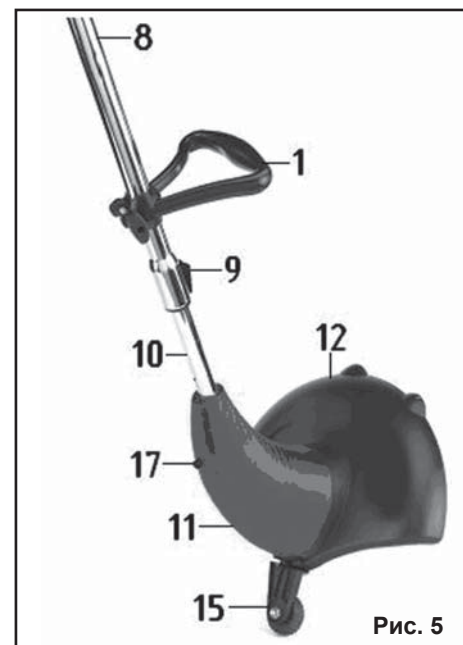

Рис. 5
7.3. Регулировка высоты триммера (Рис.5)
7.4. Поворот режущей головки на 180° (Рис.5)